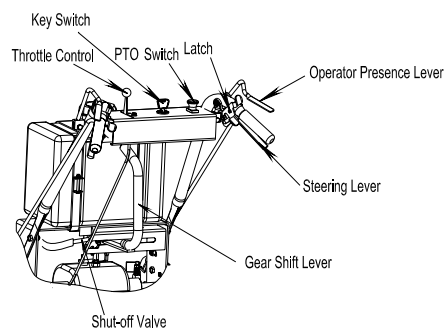

FIG1
2.6 OPERATOR CONTROLS (See FIG1)